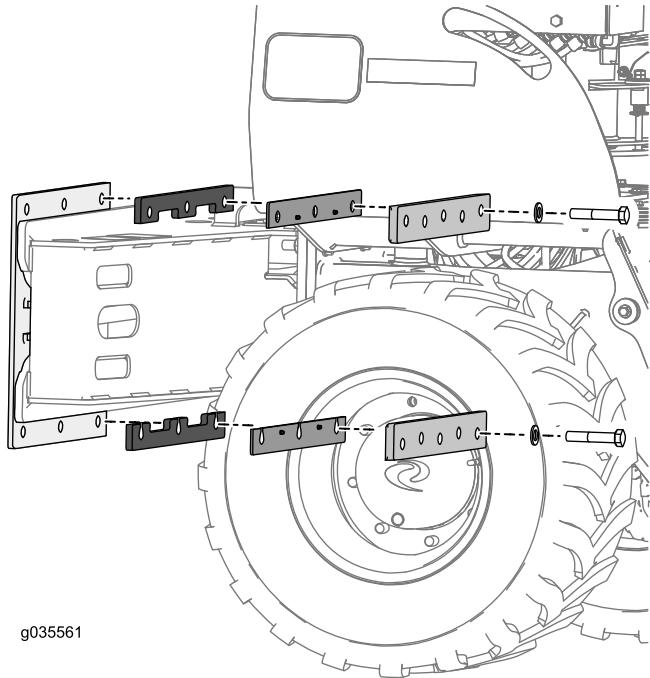

Рисунок 4
7. Установите верхнюю и нижнюю плоские приставки на монтажную пластину механизма смещения, закрепив их на месте с помощью двух болтов (3/4 x 4 дюйма) и двух шайб, как показано на Рисунок 4.